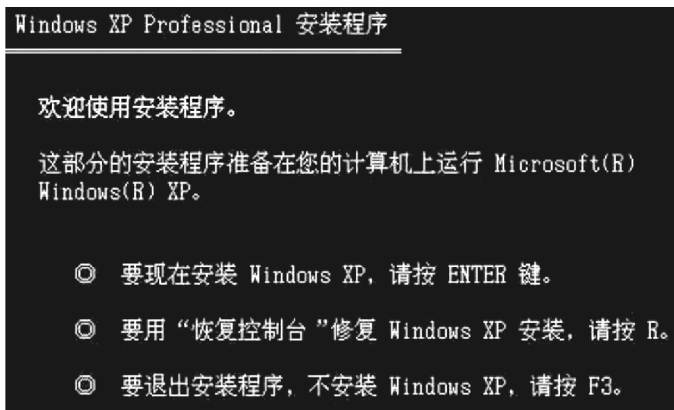

图 3-60 进入 Windows XP Professional 安装界面
2) 安装程序会自动收集系统信息，并在安装界面下面的信息栏中显示所安装的设备驱动程序文件。检查笔记本电脑配置进行 2~3min 后，进入“Windows XP Professional”安装界面（见图 3-60）。该界面会出现三个提示，根据提示选择将进行“安装”、“修复”或“不安装”。若选择“安装”，在开始安装前还会出现“Windows XP 许可协议”对话框，根据提示按 <F8> 键选择“同意安装”，将进行下一步操作。